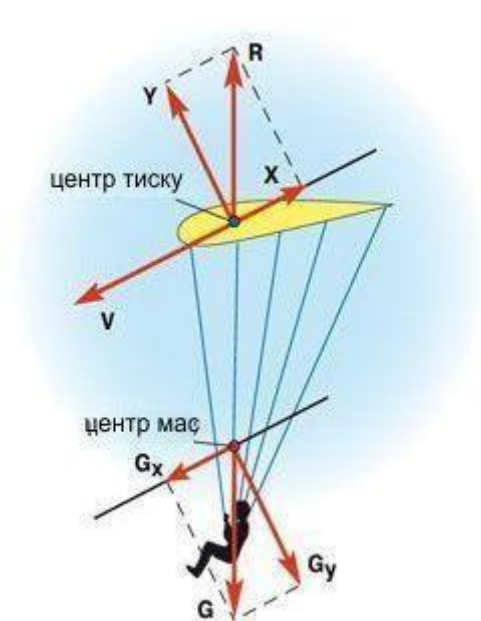

Рис. 14 – Сили, що діють на параплан у польоті:
- Сила тяги – створюється силовою установкою літального апарату і забезпечує поступальний рух та набір швидкості. Силу тяги створюють двигуни літального апарату. А у випадку планеруючого безмоторного польоту роль сили тяги виконує проекція сили тяжіння (рис. 14).
Цікавим є розподіл сил для парашюта, де роль сили тяги виконує проекція сили тяжіння (рис. 14).